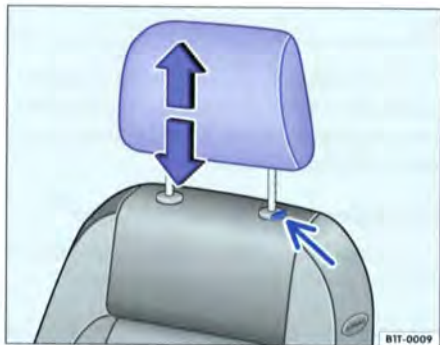

Fig. 51 Réglage ou dépose de l'appuie-tête avant
- Déplacez l'appuie-tête dans le sens de la flèche vers le haut ou, en maintenant la touche ⇒ fig. 51 (flèche) enfoncée, vers le bas. Hauteur adéquate ⇒ page 66.